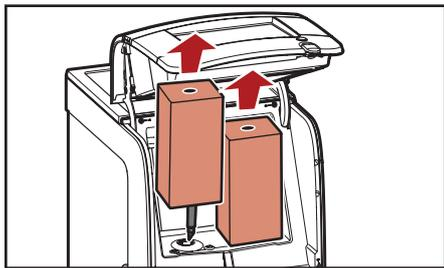

Fig. 5.8 - Rimuovere le confezioni
3. Rimuovere le confezioni prodotte (fig. 5.8).